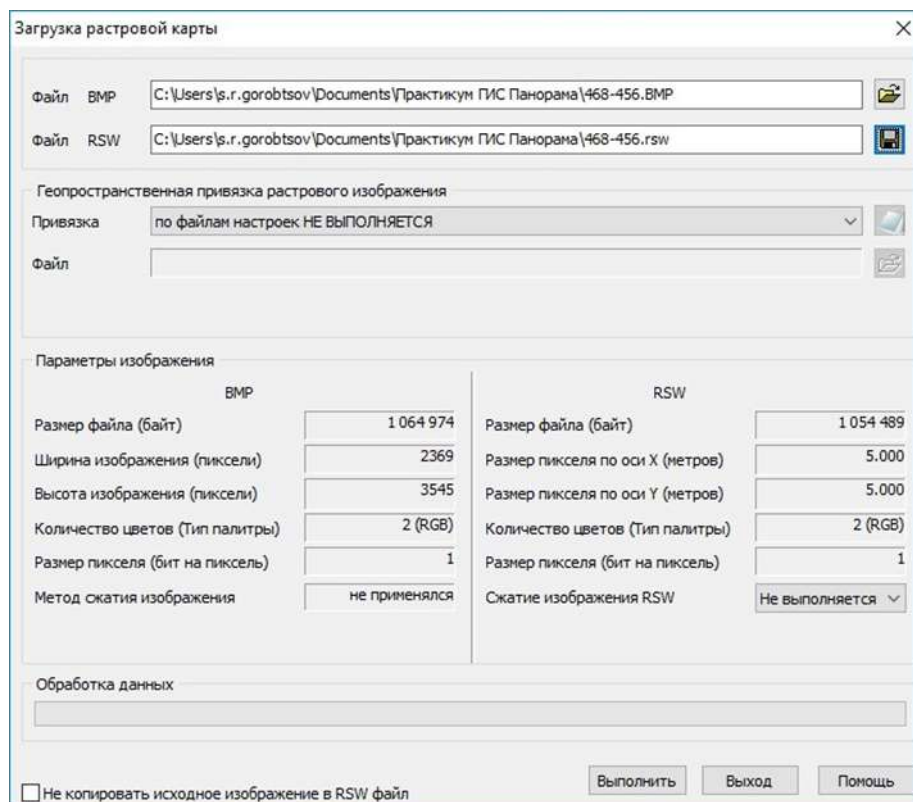
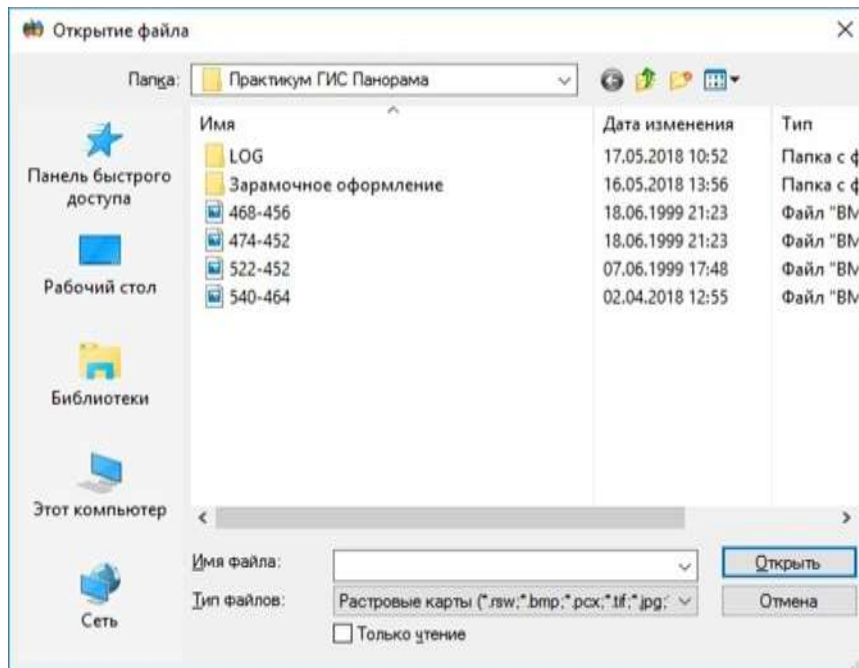

Рис. 4. Пример диалога выбора растра
Рис. 5. Пример ввода файла растра
8. Добавить в план растровое изображение. Для этого выбрать команды в меню Файл/Добавить/Растр/. При выборе файла растра в строке «Тип файлов» выбрать тип bmp (рис.4). Другую информацию в этом окне не вносить. Нажать кнопку Да. Пример диалога ввода растра приведен на рис. 5.